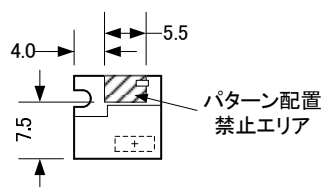

図5 IMBLE 端子配置図（上面視）
- ・ IMBLEを取付ける基板のアンテナ直下部分は、パターンを配置しないでください。多層基板のときは内層にもパターンを配置しないでください。パターン禁止エリアは図5の通りです。